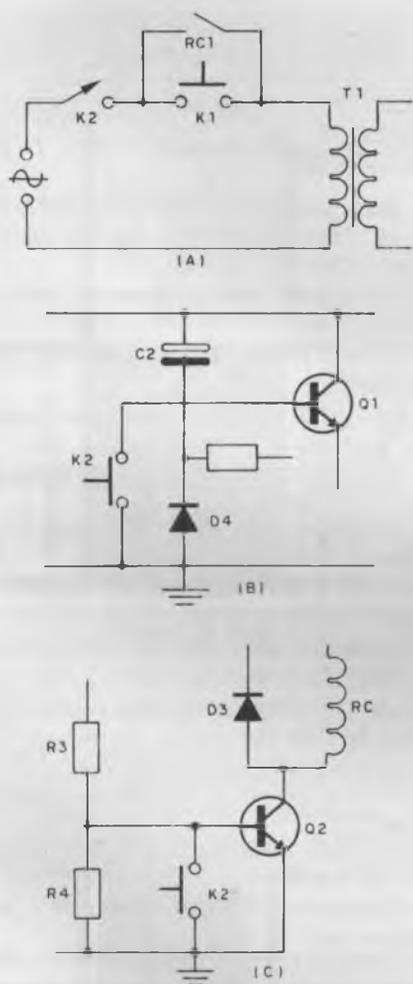

Figura 2
Havendo interesse na desativação do circuito durante o período de temporização, basta utilizar uma das sugestões apresentadas na figura 2; todas elas se baseiam no fato de interromper, direta ou imediatamente, a alimentação do solenóide do relê, principal responsável por manter ativa a minuteria — as melhores soluções são as que utilizam um interruptor de contato momentâneo, tal qual as sugestões (B) e (C) da figura 2.